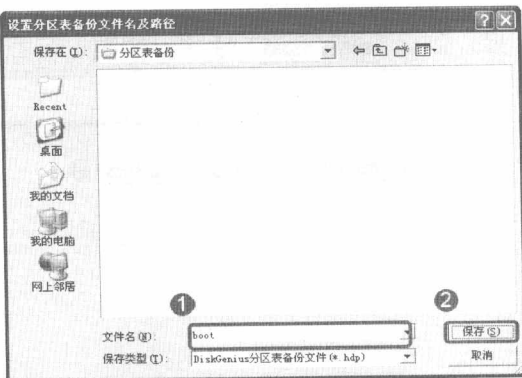

图 7-9 “设置分区表备份文件名及路径”对话框
步骤② 选择需要备份分区表的分区，单击“硬盘”|“备份分区表”命令，打开“设置分区表备份文件名及路径”对话框，输入文件名，如图 7-9 所示。